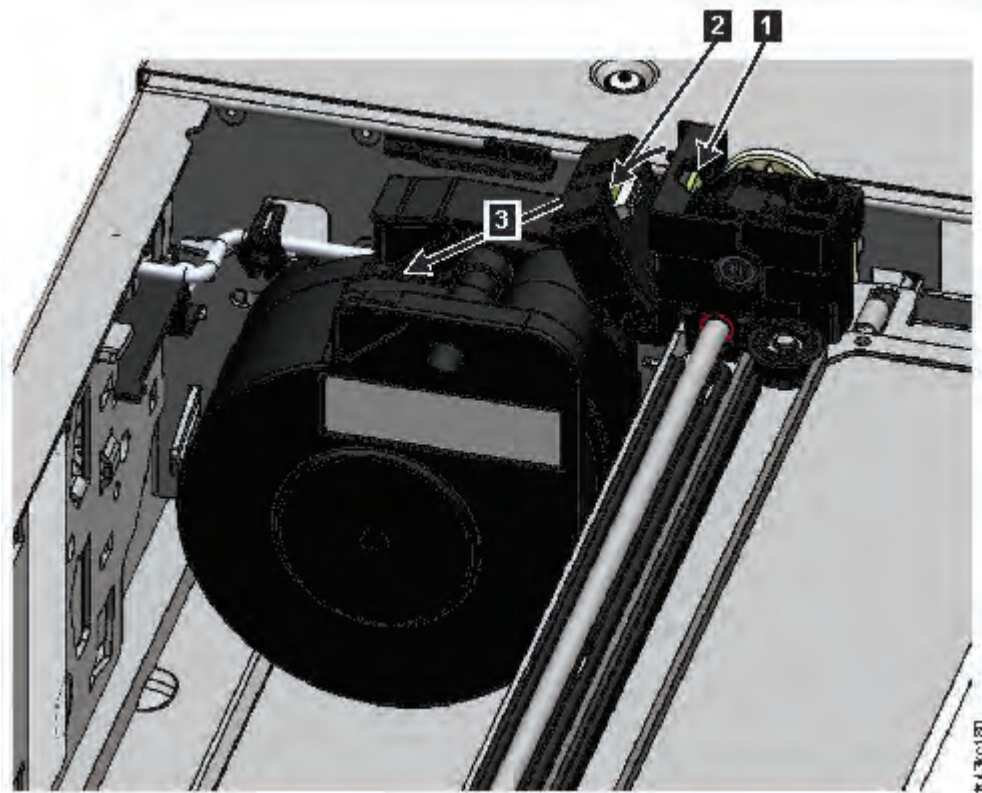

Figure 83. Déverrouillage du câble d'enroulement et placement dans son support
7. Sur la partie supérieure du manipulateur où se trouve le câble d'enroulement, appuyez sur le loquet (1) dans Figure 83, à la page 187), puis faites basculer la pièce qui maintient le câble d'enroulement (2).
8. Soulevez le câble d'enroulement du manipulateur et placez-le dans son berceau en haut du mécanisme d'enroulement (**3** dans Figure 83, à la page 187).